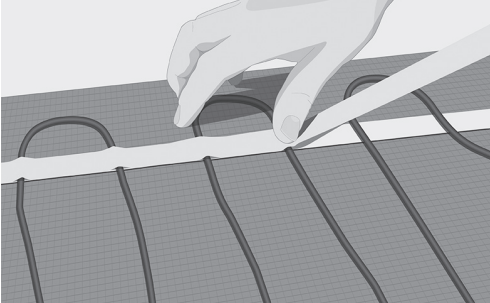

Fig. 11. Fikser kablet med afdækningstape
10. Fastgør kablet med afdækningstape på toppen af kablet og dobbeltklæbende tape. Tryk tapen grundigt fast på kablet for at forhindre dannelse af luftlommer ved indstøbningen (fig. 11).